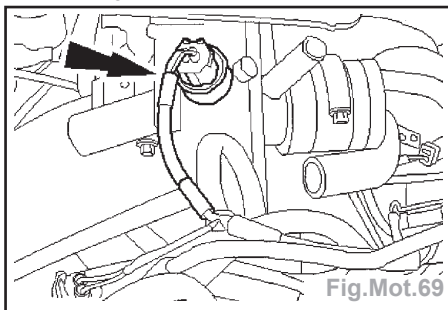

Fig.Mot.69
- Débrancher le connecteur de sonde de température de liquide de refroidissement (Fig.Mot.69).